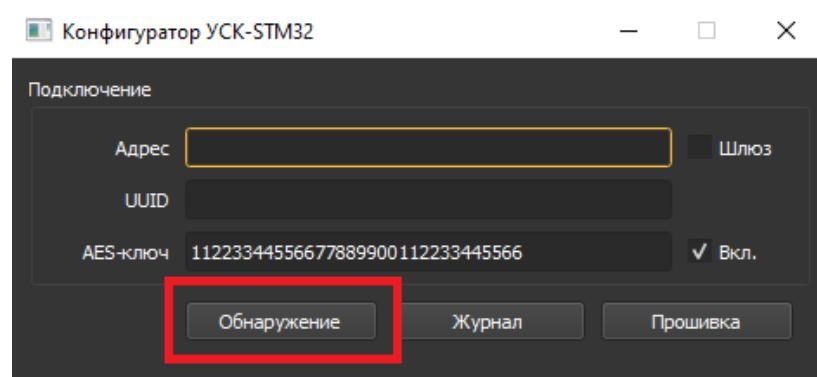

Рисунок 14.
- Нажать кнопку «Обнаружение» см. рис. 14.